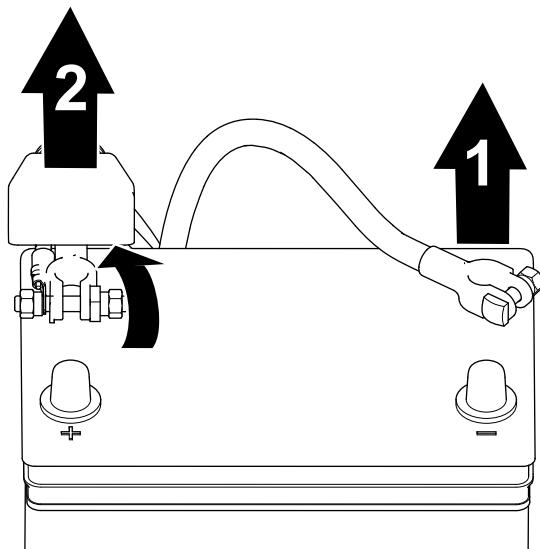

Figura 41
1. Rimuovete il cavo negativo della batteria dal polo della batteria (Figura 41).
2. Sollevate l'isolamento e rimovete il cavo positivo della batteria dal polo della batteria (Figura 41).